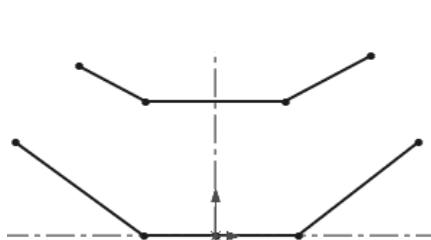

图 3.3 绘制的直线
(2) 绘制直线。选择下拉菜单 **工具(T)** → **草图绘制实体(X)** → **直线(L)** 命令，在图形区中绘制图 3.3 所示的直线。